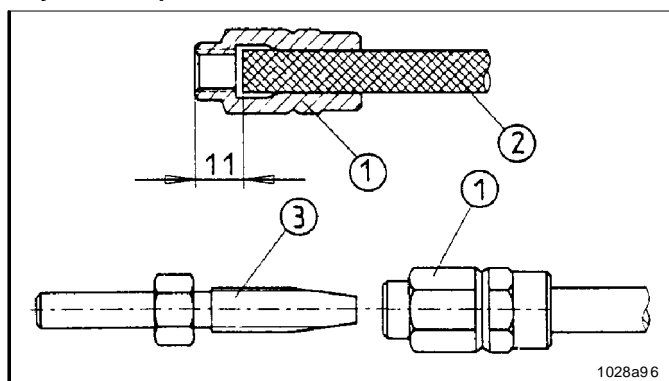

Fig. 7 Prémontage de la douille filetée et de l'embout sur le tuyau haute pression
- Visser la douille filetée 1 fig. 7 sur le tuyau haute pression 2 dans le sens horaire contraire, jusqu'à obtenir la dimension de 11 mm, comme indiqué sur la figure. Ensuite, visser l'embout 3 dans la douille filetée 1.